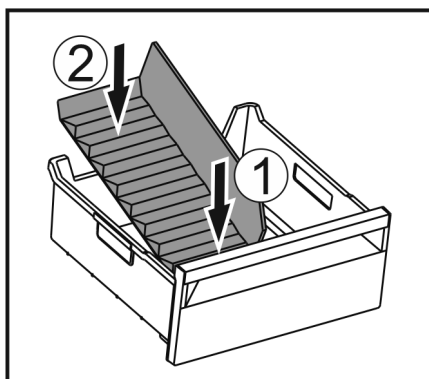

Fig. 118
- Vorderen Teil des Eisfach-Trenners einsetzen. Fig. 118 (1)
- Hinteren Teil des Eisfach-Trenners bis zum Schubfachboden absenken. Fig. 118 (2)